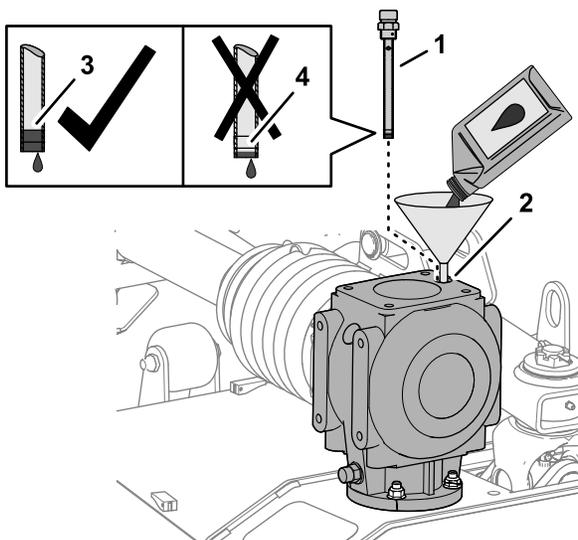

図 57
1. ディップスティックポートから所定のギアオイル 1,064 mL を入れる 図 57。
2. ポートにディップスティックをねじ込んでから抜き取ってオイルの量を調べる 図 57。
4. 給油ポートにディップスティックをねじ込んで締め付ける 図 57。